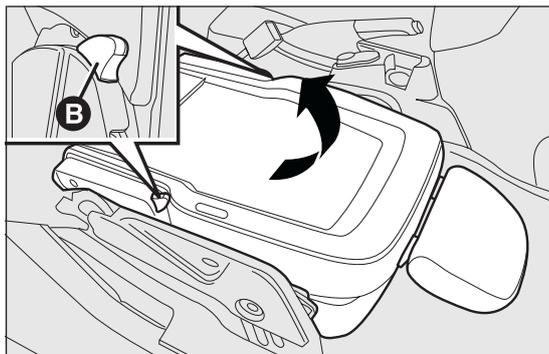

fig. 20
- ❑ agire sulle leve B fig. 20 e sollevare ulteriormente il sedile verso l'alto.